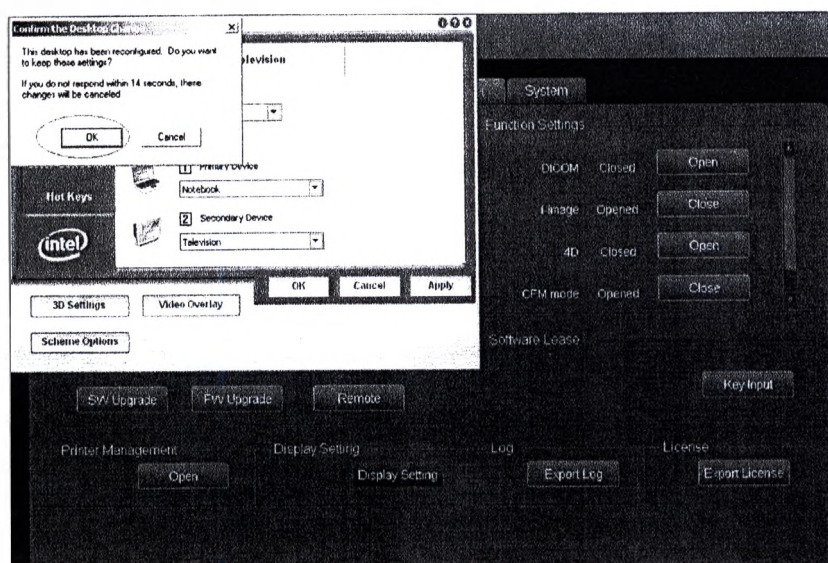

Рисунок 3-6.
4) Ниже появится диалоговое окно, и затем нажмите «ОК». См. рисунок 3-6.